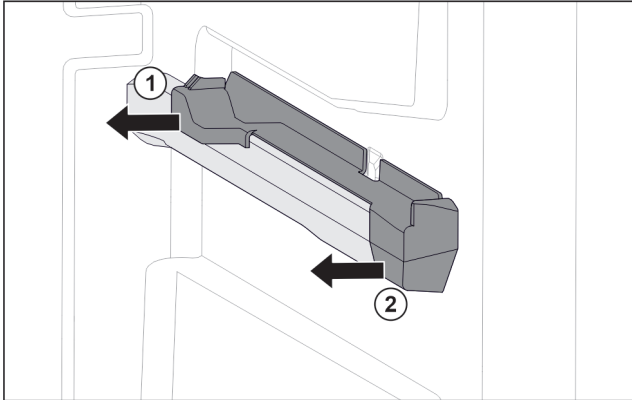

Fig. 127 Aufsteckteil auf der rechten Behälterrippe
- ▶ Aufsteckteil hinten zur Seite abziehen. Fig. 127 (1)
- ▶ Aufsteckteil vorne zur Seite abziehen. Fig. 127 (2)